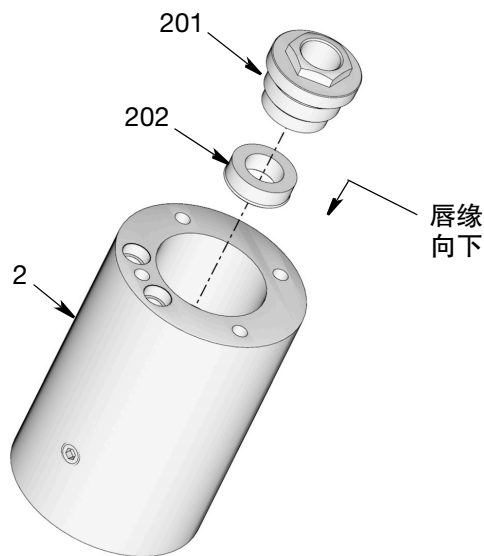

图 36
1. 在封装的 U 形杯 (202) 上抹上薄薄一层滑脂。
2. 使用平的钝头工具放置 U 形杯 (202) 置于泵适配器 (2) 中, 唇缘朝下 (图 36)。
3. 把六角螺母 (201) 装到泵适配器 (2) 上。用扳手拧紧螺母 (图 36)。用 18-22 英尺磅 (24-30 牛·米) 的扭力拧紧。